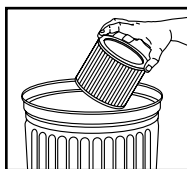

FIGURE 22
27. Pour nettoyer la cartouche filtrante, secouez ou brossez l'excédent de saleté. **FIGURE 22.**